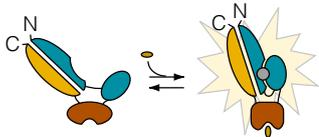
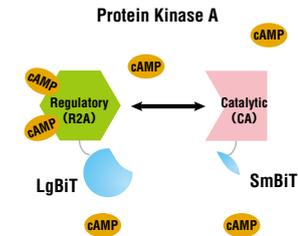

図 1. GloSensor™ cAMP の反応模式図
図 2. NanoBiT® による PKA 活性化の反応模式図
cAMP センサーを内蔵したルシフェラーゼ **GloSensor™ cAMP** を細胞内に導入することにより、細胞内の cAMP 濃度のカインेटクスを観察することができます (図 1)。cAMP の測定は一般的に競合法で測定することが多く、通常 cAMP 増加に合わせてシグナルが低下しますが、本系はシグナルが増加する点と細胞数の至適化の必要が無い点が大きな特徴です。また、cAMP 増加にともなう **PKA の活性化**、すなわち PKA 触媒ドメイン (CA) から調節ドメイン (R2A) の解離をタンパク質間相互作用検出ツール NanoBiT® あるいは NanoBRET™ で測定することができます (図 2, 3)